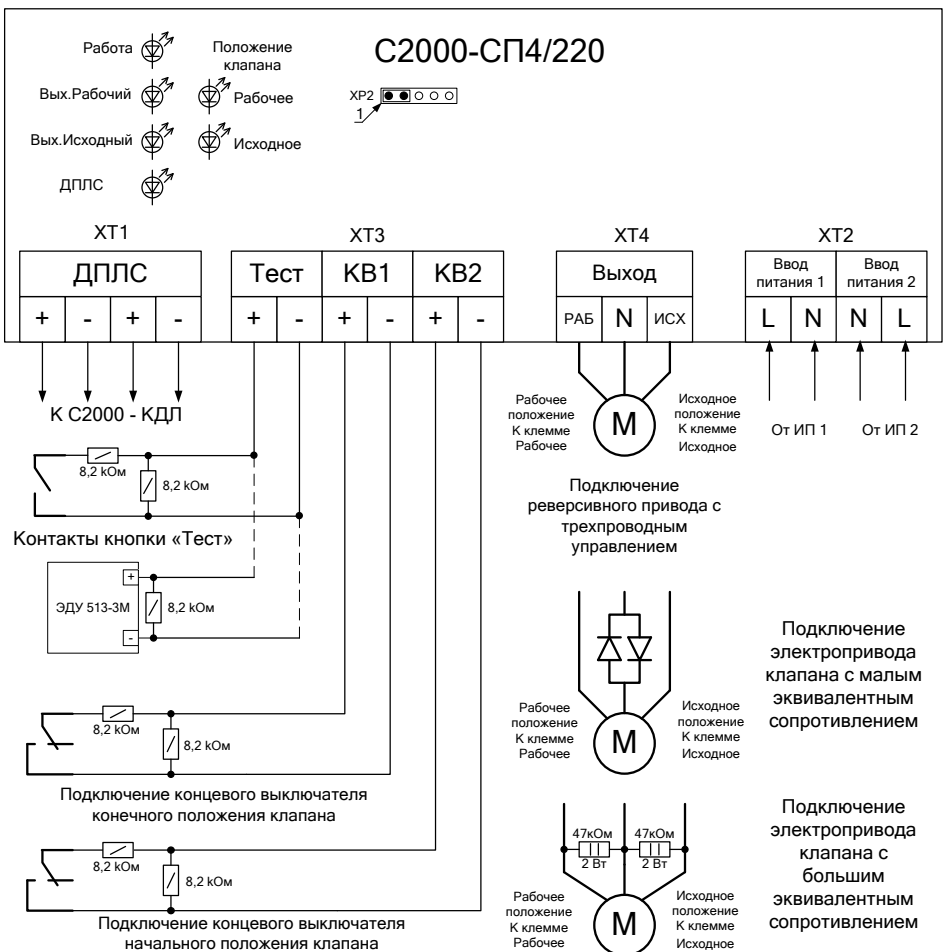

Рисунок 1. Схема внешних соединений.
2.1.5 При подключении к блоку исполнительных устройств с эквивалентным сопротивлением от 250 Ом до 50 кОм подключение осуществляется напрямую, установки каких либо дополнительных элементов не требуется (см. рис.1).
2.1.6 При эквивалентном сопротивлении нагрузки менее 250 Ом (напряжение между клеммами выхода меньше 0,06 В, ток контроля 0,5 мА) необходимо последовательно с исполнительным устройством подключить 2 встречно параллельных диода соответствующей мощности с обратным напряжением 400 вольт и более (например 1N4007, если рабочий ток не превышает 1А либо 1N5406 при рабочем токе более 1 А). Установить диоды необходимо в непосредственной близости от исполнительного устройства (см. рис.1).
2.1.7 При эквивалентном сопротивлении нагрузки при напряжении контроля 5 В более 50 кОм (напряжение между клеммами выхода больше 4 В) необходимо параллельно с исполнительным устройством подключить резистор номиналом менее 50 кОм соответствующей мощности (рекомендуемый номинал 47 кОм – 2 Вт), установить который необходимо вблизи от исполнительного устройства (см. рис.1).
2.2.6 Подключение концевых выключателей выполнить согласно схеме (Рис.1).
2.3.7 ЭДУ 513-3М, УДП 513-3М и иные кнопки или переключатели следует подключать их согласно схеме внешних соединений (Рис.1).